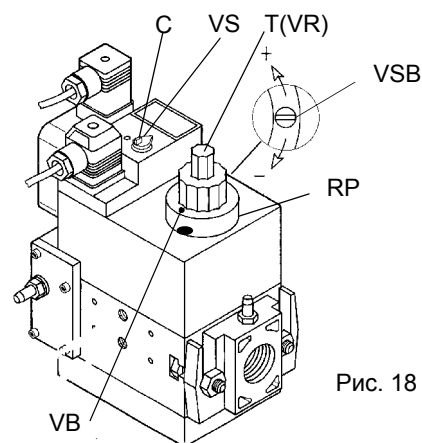

Рис. 18
- 1 запустить горелку, установив на **ON** главный выключатель **S1** горелки (Рис. 18): в случае блокировки (при этом загорится индикатор **B1** на электрощите) нажать кнопку **RESET (S2)**, находящуюся на панели электрощита горелки (см. Рис. 18). Прочитать главу "Работа";